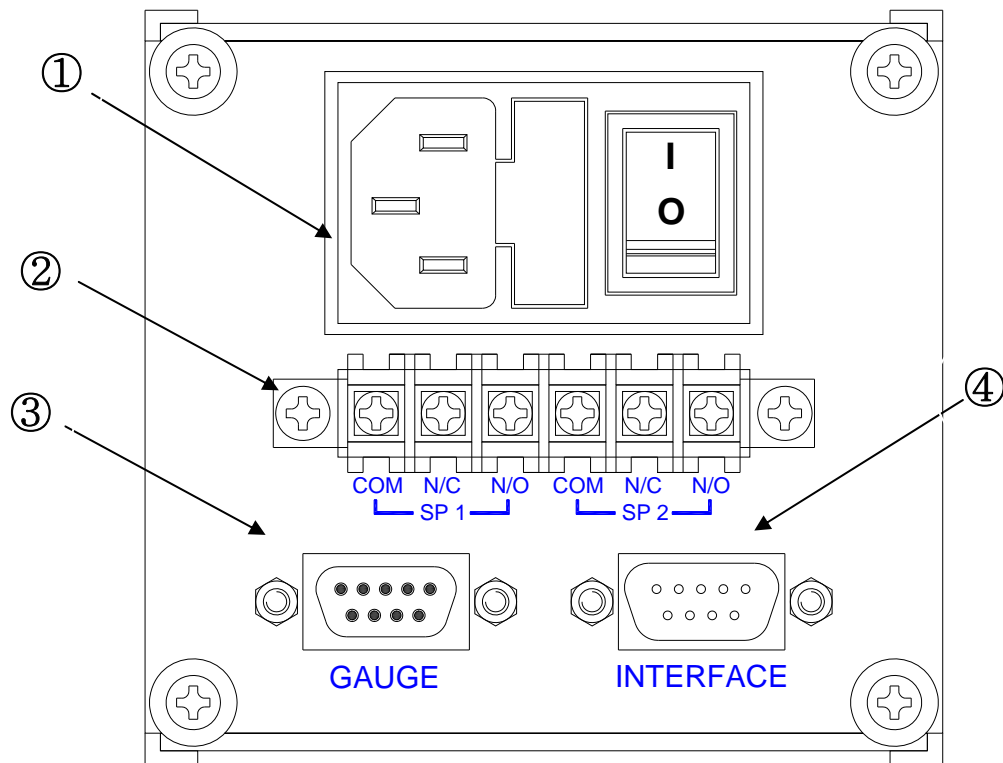

Figure 3 : CG2000 Rear Panel Components
Convection Gauge 를 Figure 3 의 ③단자에 당사에서 제공하는 Cable 을 이용하여 연결하고 Gauge 는 Chamber 에 어느 위치든 간에 수평으로 장착해야 하고, 수직이나 대각선으로 장착 시 데이터가 많이 틀어질 수 있으니 수평으로 장착을 권장합니다.